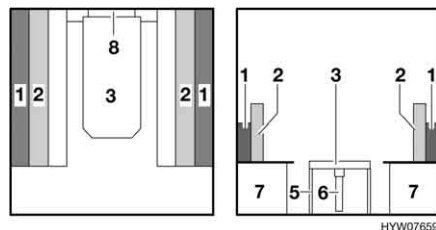

Fig. 55 Durante la trasformazione
- Agganciare il piano del tavolo nella guida di supporto inferiore (Fig. 55,8) con un angolo di 45° e deporlo sul pavimento con il puntello.